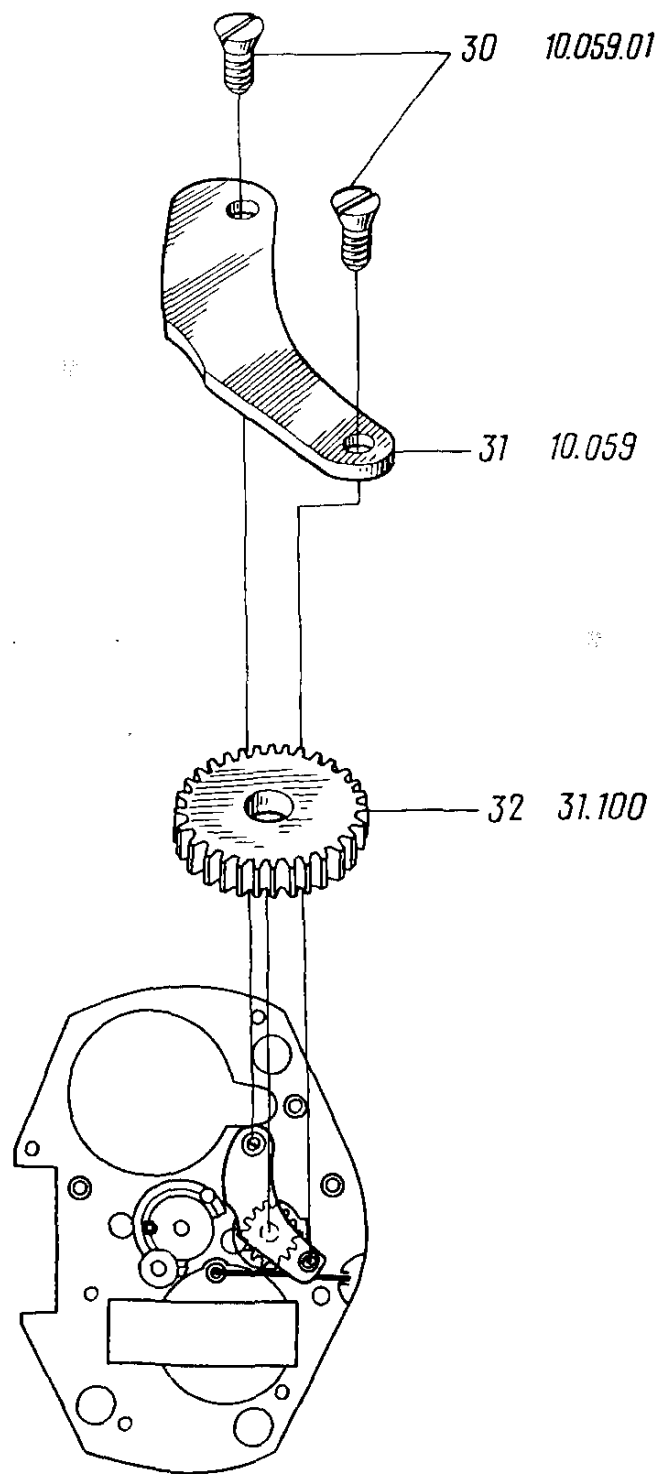

Рис. 55.
33. Отвернуть и снять винты моста колеса переводного 30 (рис. 55)